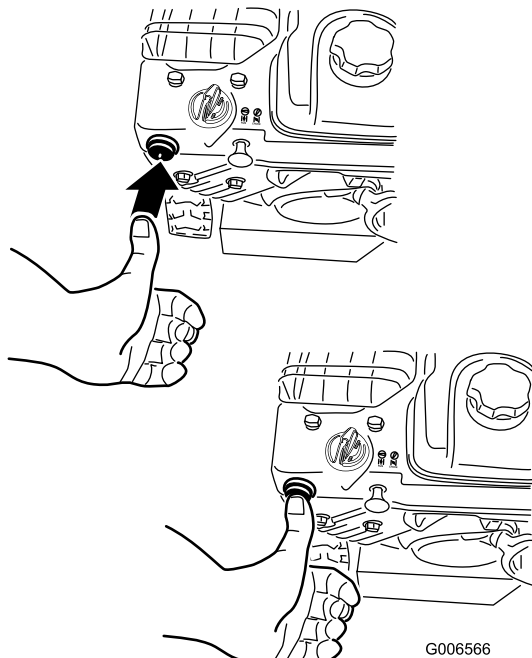

**Рисунок 19**
3. Вставьте ключ зажигания (Рисунок 19).